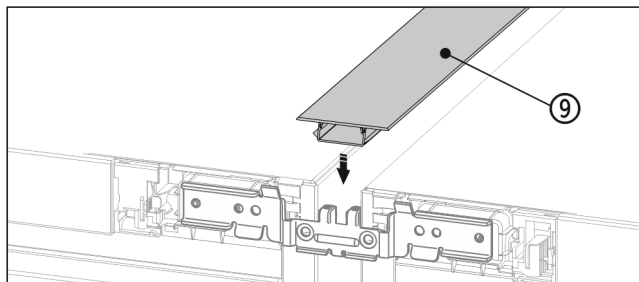

Fig. 20 *
- Në pjesën e sipërme, ngjishni shiritin mbulues Fig. 20 (9) të shkurtër në hapësirën horizontale.*